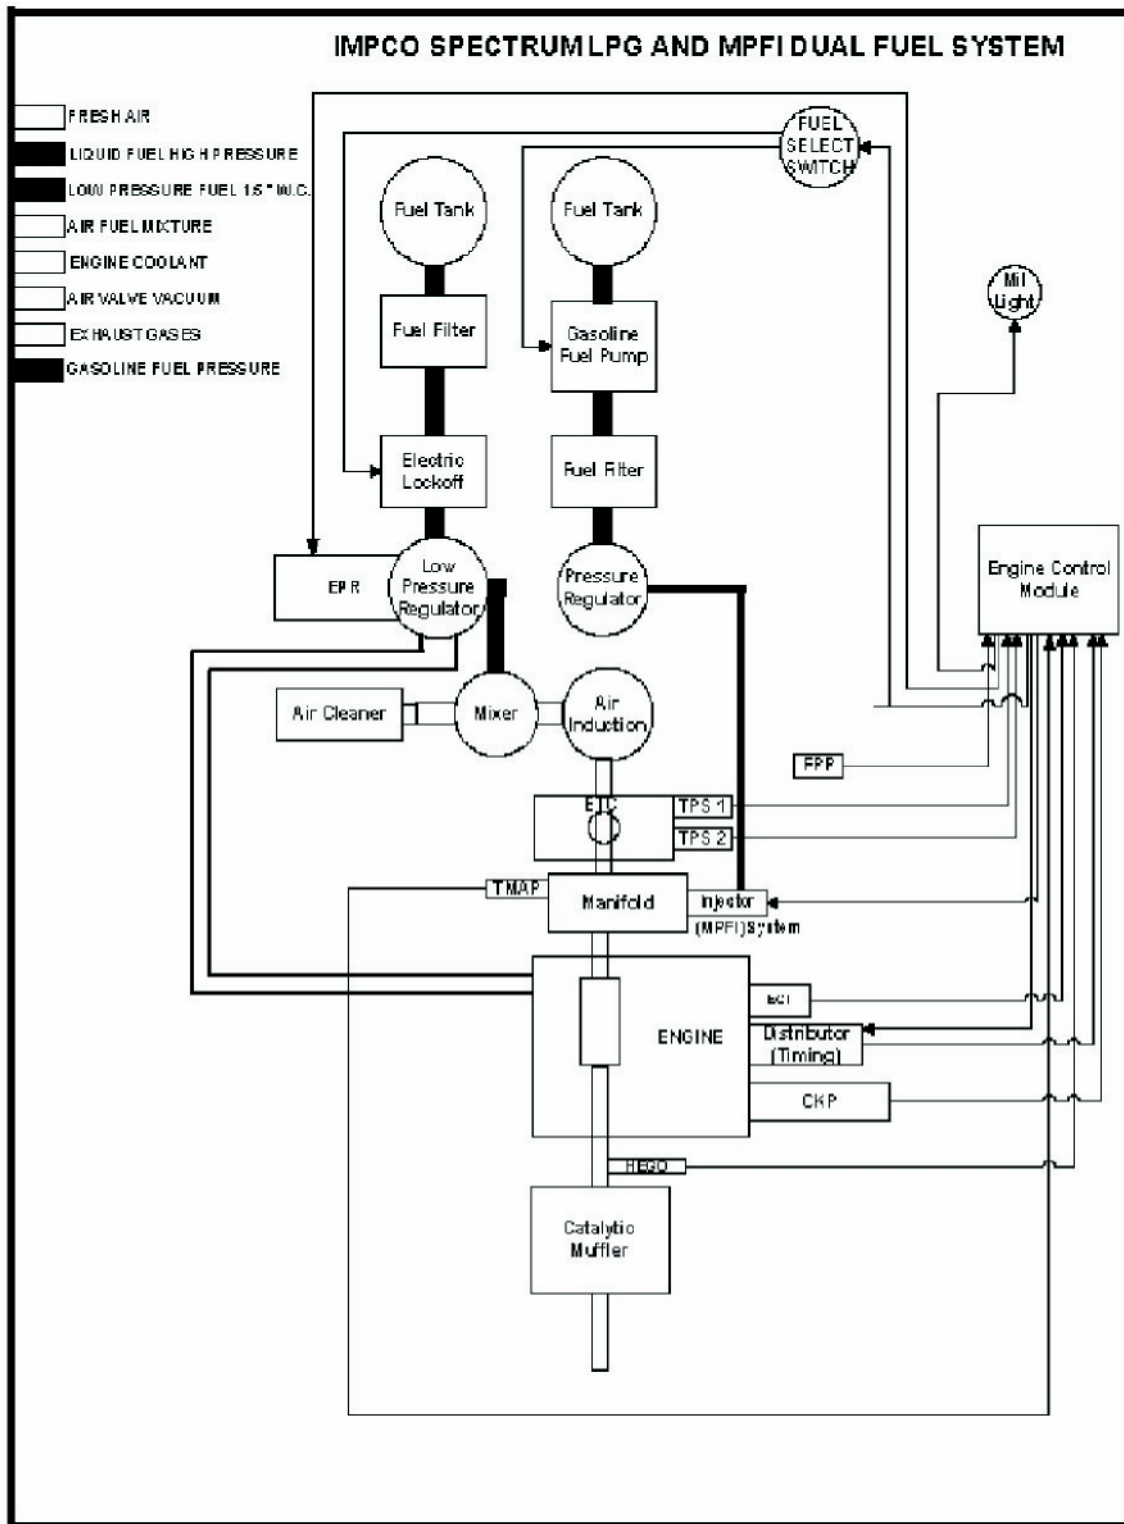

Abbildung 1 - Prinzipschaubild IMPCO-Kraftstoffhybridsystem
Die folgenden Komponenten werden von beiden Systemteilen genutzt: die elektronische Drosselklappensteuerung (ETC), der Dreiweg-Katalysator sowie das Steuergerät (SG). Das SG verfügt über eine doppelte Regulierung, nämlich einmal für die Steuerung des Benzin systems im Benzinbetrieb und einmal für die Steuerung des Flüssiggassystems im Gasbetrieb. Das Blockdiagramm in Abbildung 1 zeigt die in diesem Abschnitt beschriebenen Hauptkomponenten sowie Lage, Druck und Beziehung zum SG innerhalb des Versorgungskreises.